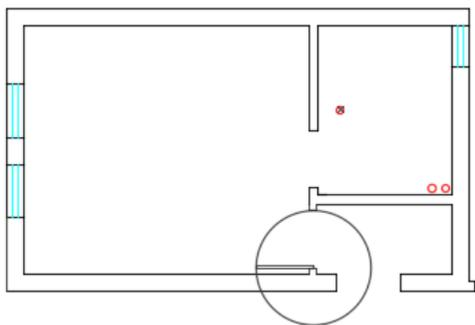

图 2-6
STEP 06 执行“圆”命令,捕捉矩形端点,绘制半径为 800mm 的圆形,如图 2-6 所示。